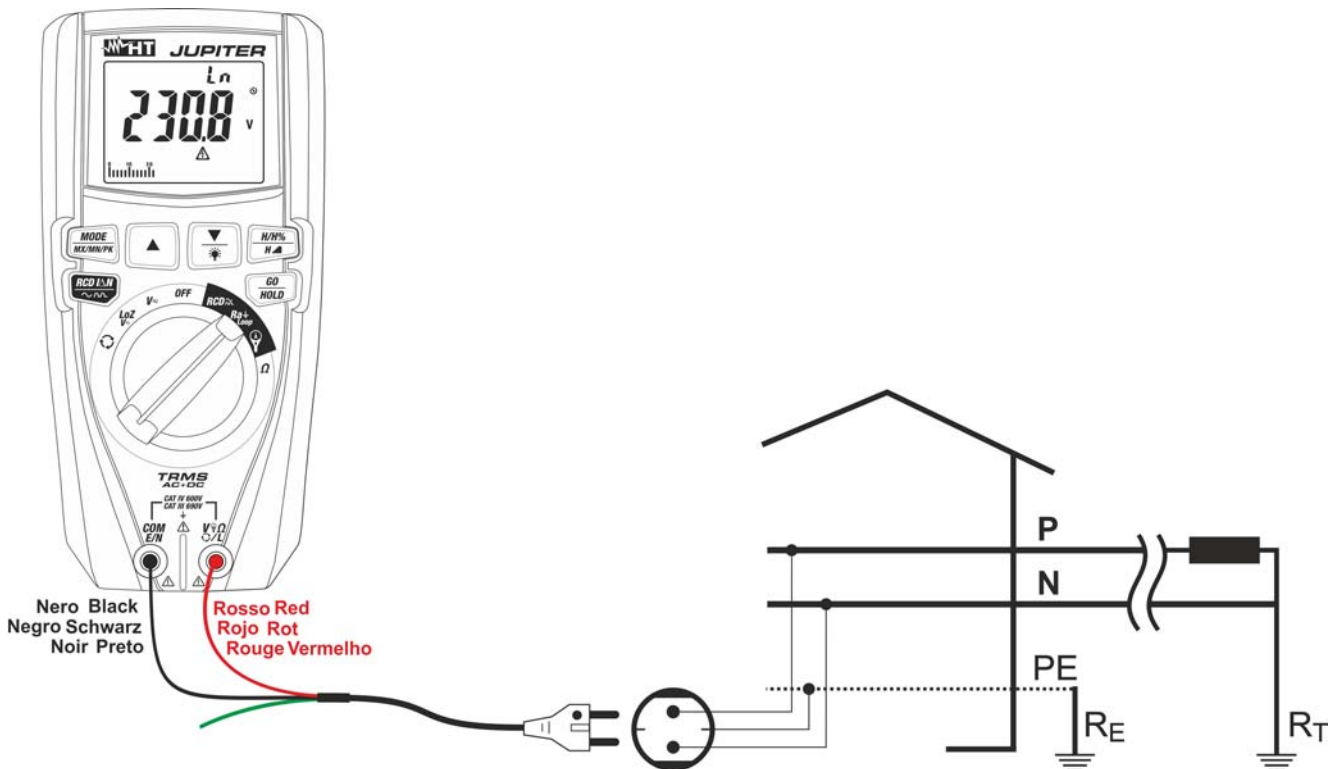

Fig. 25: Utilisation de l'instrument pour mesurer l'impédance de Loop L-N avec câble avec prise Schuko.
7. **Pour mesurer la Loop L-N** si on utilise le câble avec la fiche Schuko, introduire le conducteur rouge dans la borne d'entrée $V\Omega L$ et le conducteur noir dans la borne d'entrée **COM/E/N** puis connecter l'instrument à l'installation sous test (voir Fig. 25). La valeur de la tension Phase-Neutre apparaît à l'écran.